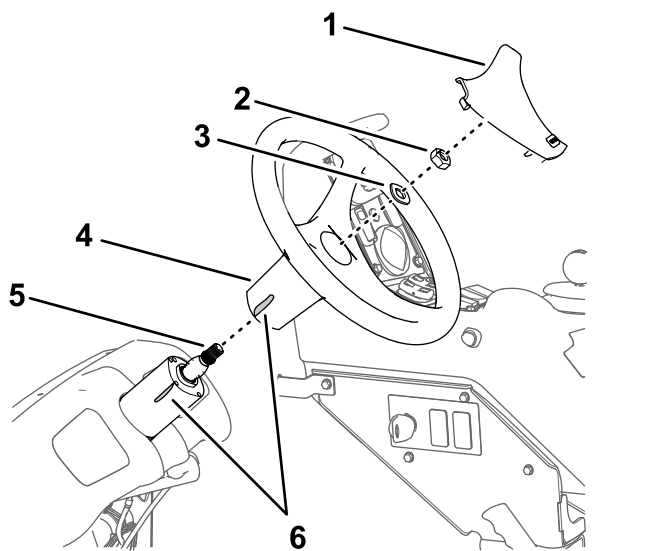

図 158
1. ハンドル軸上のハンドルの位置にテープでマーキングする 図 158。
2. ハンドルのカバーを外す 図 158。
3. ハンドルをステアリングバルブに固定しているナット 5/8" とワッシャ 5/8" を外してハンドルを取り外す 図 158。